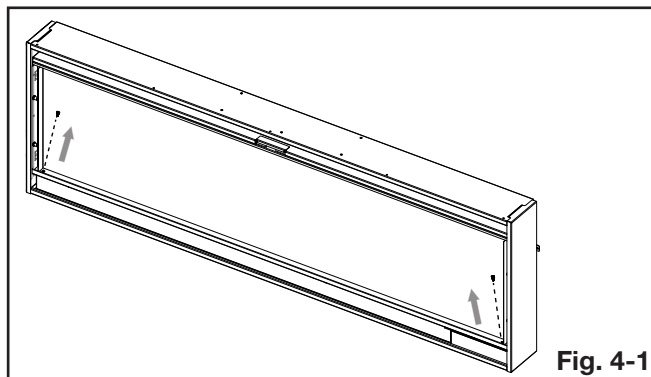

Fig. 4-1
1. Enlevez les 2 vis du panneau plastique du lit de braise avant d'appliquer les braises en cristaux et/ ou les bûches afin de maintenir le panneau du lit de braise plat (**Fig. 4-1**).